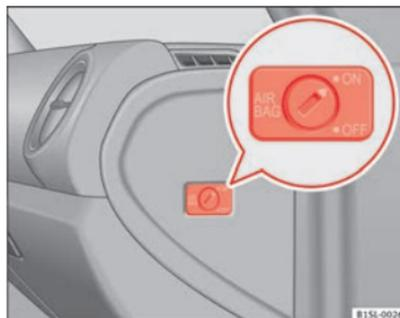

Fig. 49 En el lado del acompañante: interruptor de llave para activar y desactivar el airbag frontal del acompañante.
- Con ayuda de la llave del vehículo, gire el interruptor de llave a la posición **OFF** ⇒ fig. 49.
- Con ayuda de la llave del vehículo, gire el interruptor de llave a la posición **ON** ⇒ fig. 49.